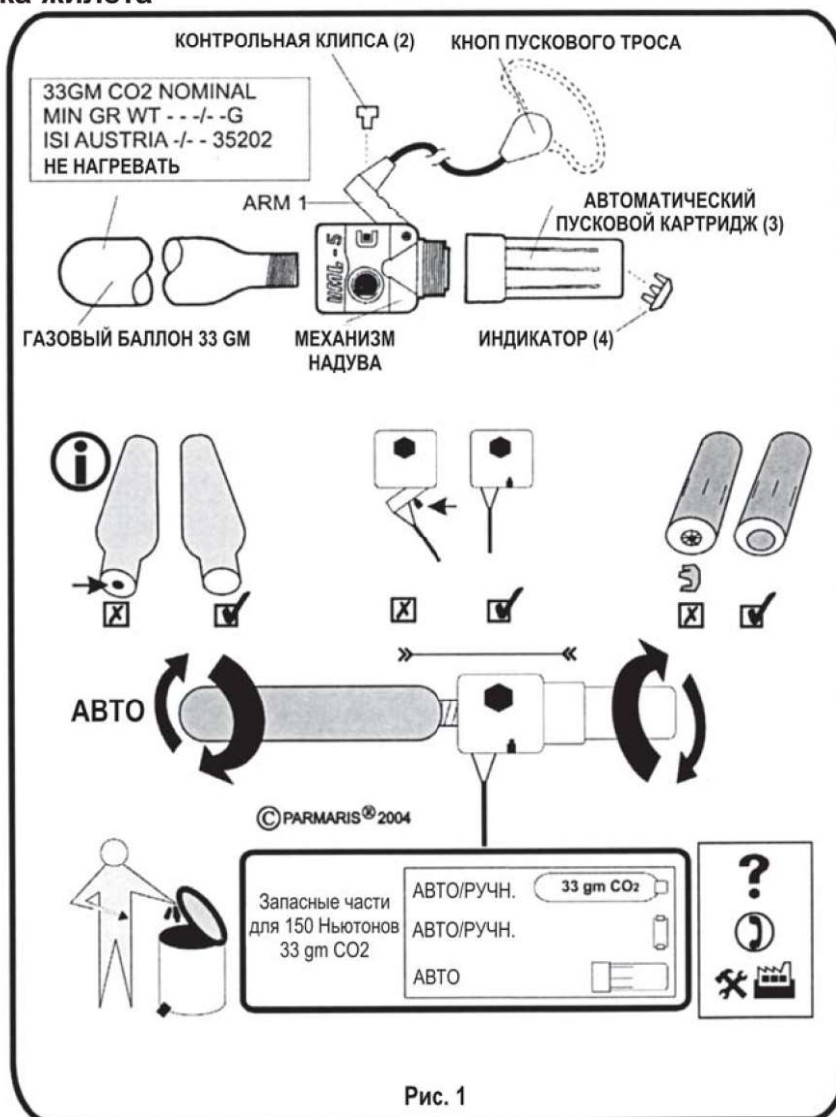

Рис. 1
E. Проверка (см. рис. 1) и укладка жилета
1. Убедитесь, что рычаг (1) находится в верхнем положении.
2. Зафиксируйте рычаг цветной контрольной клипсой (2).
5. Для автоматических моделей: Прикрутите пусковой картридж (3) к механизму надува. Работу выполняйте в сухом помещении и сухими руками. Проверьте, что контрольный зеленый индикатор (4) виден.